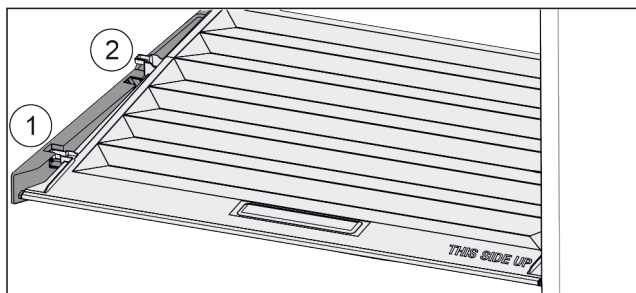

Fig. 80
- ▶ Deslice la tapa hacia delante hasta la abertura de las piezas de sujeción Fig. 80 (1).
- ▶ Levántela por detrás desde abajo y retírela tirando hacia arriba Fig. 80 (2).